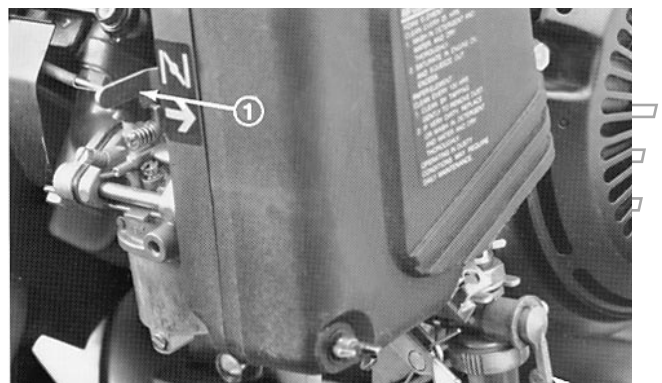

Bild 14
Chokehebel (Bild 14)—Links vorne am Motor. Der Hebel hat zwei Stellungen: RUN [Lauf] und CHOKE. Den Hebel beim Anlassen eines kalten Motors auf CHOKE stellen. Wenn der Motor angesprungen ist, den Hebel auf RUN stellen.
Kraftstoffhahn (Bild 14)—Links vorne am Motor. Der Hahn hat zwei Stellungen: CLOSED [Geschlossen] und OPEN [Offen]. Den Hebel vor Lagerung und Transport der Maschine auf GESCHLOSSEN stellen. Vor Anlassen des Motors den Hebel auf OFFEN stellen.
2. Den Kraftstoffhahn am Motor (Bild 14) öffnen.
5. Den Chokehebel (Bild 14) halboffen stellen, wenn der Motor kalt gestartet wird. Wenn der Motor schon warmgelaufen ist, kann Choke u.U. überflüssig sein.